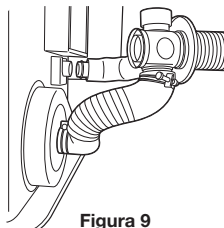

Figura 9
4. Inserte el codo de unión del tubo de escape en ángulo recto en la abertura del tubo de escape. Si fuera necesario, corte la manguera flexible de aire al tamaño deseado. Fije la manguera de aire en ángulo recto a cada extremo de la manguera flexible de aire y acople la manguera de aire en ángulo recto a la abertura de entrada del tubo de escape. Asegure la manguera de aire en ángulo recto a ambos extremos de la manguera flexible de aire. Fije ahora la manguera de aire en ángulo recto a la entrada con una abrazadera de manguera. Selle las entradas y salidas que no se están usando con las tapas suministradas. Asegúrese de que las tapas encajen firmemente en su posición (ver Figura 9). Use agua o espuma de jabón para entregar lubricación al fijar la manguera de aire en ángulo recto en la manguera flexible de aire. El largo total del tubo de escape puede tener un máximo de 3 m (máximo 3 codos).